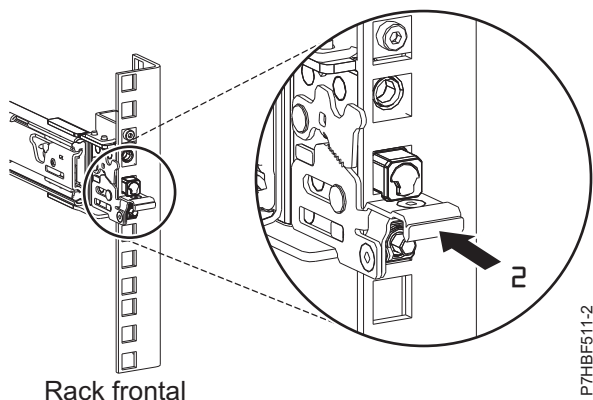

Figura 5. Trava encaixada no trilho frontal do rack
5. Enquanto você puxa o trilho deslizante para a frente, assegure-se de que todos os três pinos apareçam através dos orifícios do rack, em seguida, empurre a trava frontal (2) até o fim. Para obter detalhes, consulte Figura 5 na página 6.